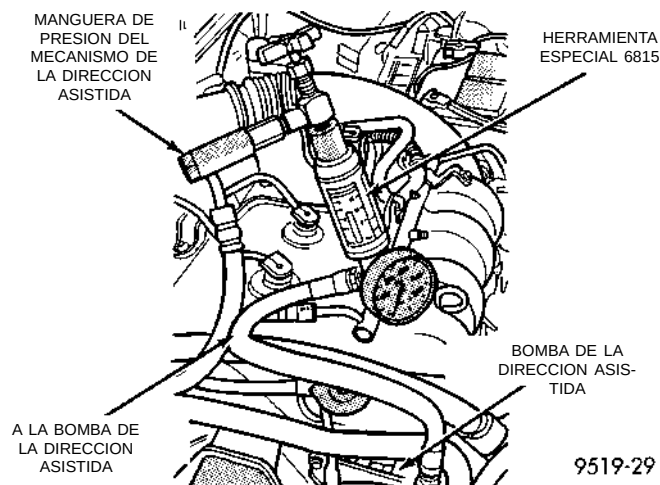

Fig. 3 Aparato de prueba de presión/flujo de la bomba de la dirección asistida conectada a la bomba de la dirección asistida
- (1) Verifique la tensión de la correa de transmisión de la bomba de la dirección asistida y ajústela según sea necesario.
- (2) Desconecte la manguera de presión de líquido de la bomba de la dirección asistida. Utilice un recipiente para drenar el líquido.
- (3) Conecte el Indicador de presión del equipo de la Herramienta especial 6815 (Fig. 3) a ambas mangueras mediante la conexión de los adaptadores.
(4) Abra por completo la válvula de la Herramienta especial 6815 (Fig. 3).
(5) Ponga en marcha el motor y déjelo funcionar al ralentí lo suficiente como para que el líquido de dirección asistida circule a través del aparato de prueba de flujo/presión y extraiga el aire del líquido. Después apague el motor.
(6) Verifique el nivel de líquido de dirección asistida y añada líquido según sea necesario. Vuelva a poner el motor en marcha y déjelo funcionar al ralentí.
(7) La lectura del indicador debe estar por debajo de 862 kPa (125 psi). Si es superior a ese valor, revise posibles obstrucciones en las mangueras y repare según sea necesario. La lectura de la presión inicial debe estar en la escala de 345 a 552 kPa (50-80 psi). La lectura del medidor de flujo debe estar entre 5,0375 y 5,425 litros por minuto (1,3 y 1,4 gal. por minuto)